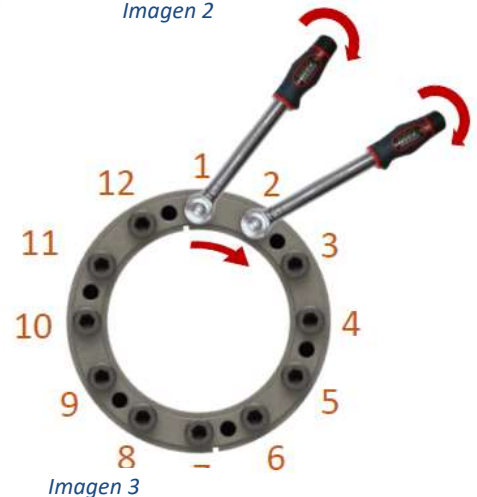

Imagen 3
8. De nuevo con la llave dinamométrica ajustada al 100% del par de apriete (**Ms**) indicado en el catálogo (ver *Tabla 1*) y comenzando por el tornillo n.º 1, repasar todos los tornillos en sucesión circular hasta completar una vuelta (ver *Imagen 3*); efectuar esta operación hasta que el ángulo de giro de cada tornillo sea inferior a 30°; en cada vuelta cada tornillo debe ser apretado una sola vez.